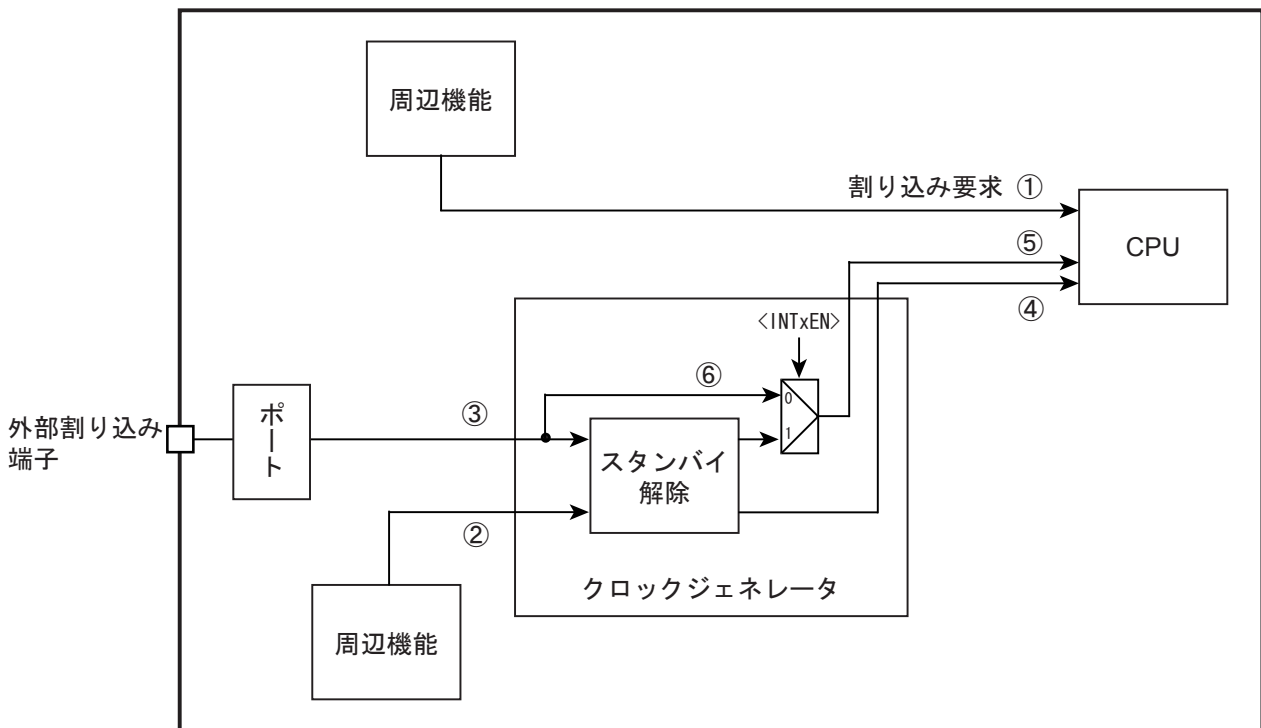

図 6-1 割り込みの経路
割り込み要求の経路を図 6-1 に示します。
外部割り込み端子からの入力信号は、入力ディセーブル($PxIE < PxIE > = "0"$)の場合 "High" となります。また、外部割り込みをスタンバイ解除要因として使用しない場合（「図 6-1 割り込みの経路」の⑥の経路）、外部割り込み端子からの入力信号がそのまま CPU に伝わります。CPU は "High" 入力を割り込みとして認識しますので、入力ディセーブルのまま CPU で該当する割り込みを有効にすると割り込みが発生します。